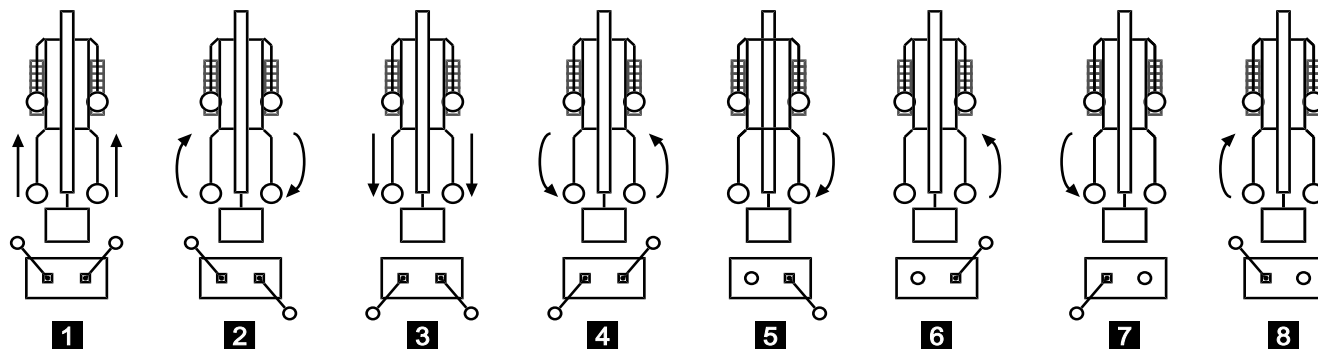

Fig. 72
- Tenir compte de l'inclinaison maximale de la machine (Fig.72).